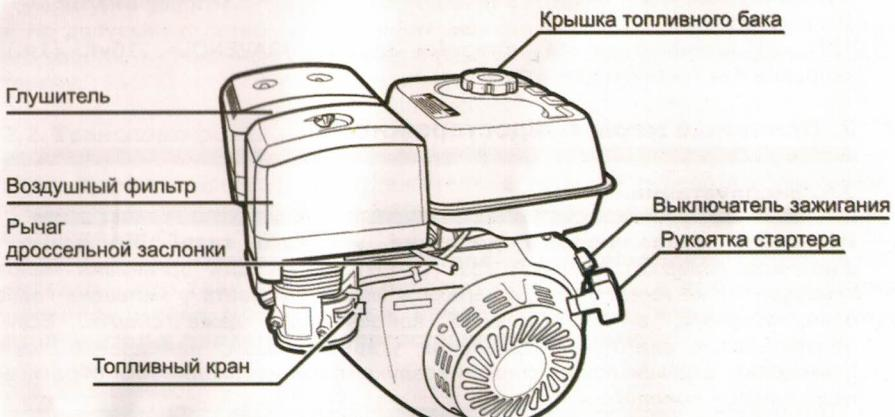

Рис.1
• Возьмитесь за рукоятку стартера (рис.1). Медленно потяните шнур пока не почувствуете сопротивление, затем резким, энергичным движением потяните рукоятку. Медленно (с натягом шнура) верните рукоятку стартера в первоначальное положение. Если двигатель не запустился, повторите попытку. Процесс запуска не должен продолжаться непрерывно более 15-30 секунд. Между отдельными попытками делайте перерыв в течение 1-2 минут.